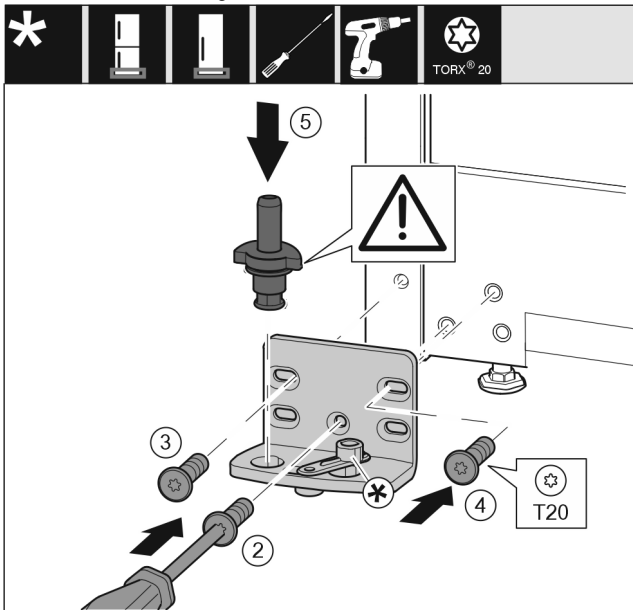

Fig. 36
- ▶ Pange laagripukk teisel küljel kohale ja kruvige kruvikeerajaga T20 abil külge. Alustage kruviga 2 alt keskelt. Fig. 36 (2)
- ▶ Keerake kruvi 3 ja 4 kinni. Fig. 36 (3,4)
- ▶ Pange laagripolt täielikult sisse. Pöörake seejuures tähelepanu sellele, et fiksaatornukk on tahapoole suunatud. Fig. 36 (5)
- ▶ Pange laagripukk teisel küljel kohale ja kruvige kruvikeerajaga T20 abil külge. Alustage kruviga 2 alt keskelt. (2)
- ▶ Pöörake sulgemisamortisaatori ühendust 180°. Kruvige laagripuki teisel küljel kruvikeerajaga T20 külge. (5)
- ▶ Pange laagripolt täielikult sisse. Pöörake seejuures tähelepanu sellele, et fiksaatornukk on tahapoole suunatud. (6)